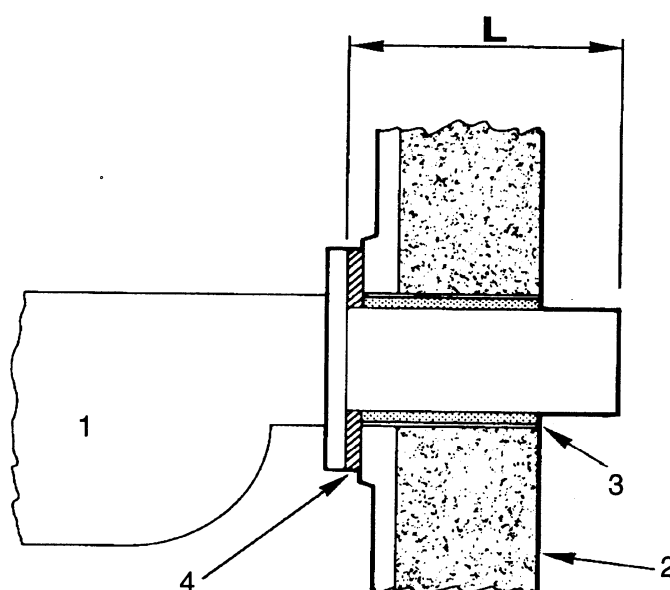

Рис. 5
**ВАЖНО:** проверить, чтобы зазоры между форсункой горелки, минимальная длина 130 мм (L) и дверцей были заполнены теплоизолирующим материалом (Рис. 5).